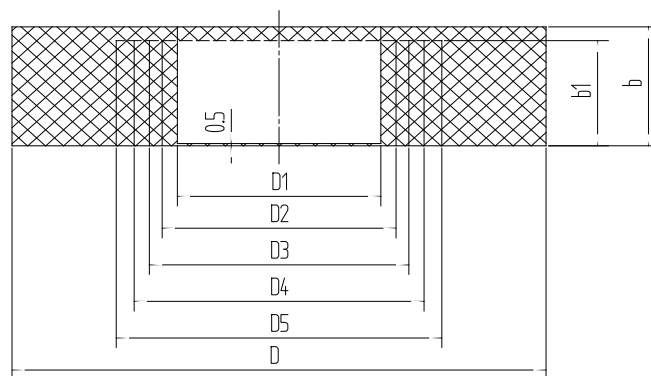

图 1：密封圈
5.3 引入电动机接线盒的电缆，在进线口处须用弹性密封圈密封，密封圈的邵尔氏硬度为 45~55°，密封圈尺寸见图 1 及表 2，其材料符合 GB3836.1 的 26.8，26.9 条规定的耐热耐寒试验要求。进入接线盒的电缆直径要与密封圈的孔径相符，密封圈上切有多个同心圆槽，可根据电缆直径调整密封圈孔径，当压紧接线盒斗后，应保证密封圈与电缆间和密封圈与接线盒座间无间隙，密封圈能有效夹紧、密封电缆，否则将失去隔爆性能。
7.8 注意保护隔爆面！隔爆面结构示意图见附图 1。